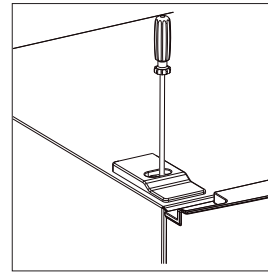

Abb. 6
- ▶ Drehen Sie die Halterungsschraube der Schraubenabdeckung mit einem Kreuzschlitzschraubendreher heraus (Abb. 6).